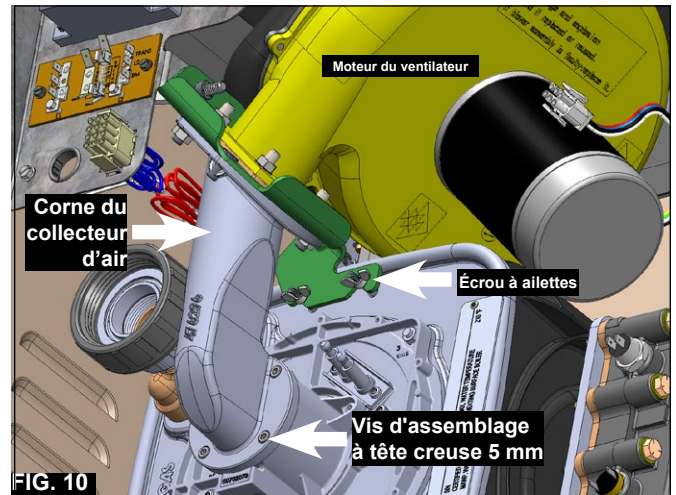

FIG. 10
9. Desserrez les écrous à ailettes (x2) du support à ventilateur. Retirez le moteur du ventilateur et mettez-le de côté. Ensuite, à l'aide d'une clé Allen, retirez les vis à tête cylindriques (x4) qui fixent le collecteur d'air (corne) à l'ensemble du collecteur du brûleur et retirez-les. Mettez-les de côté. (Fig. 10, 11).